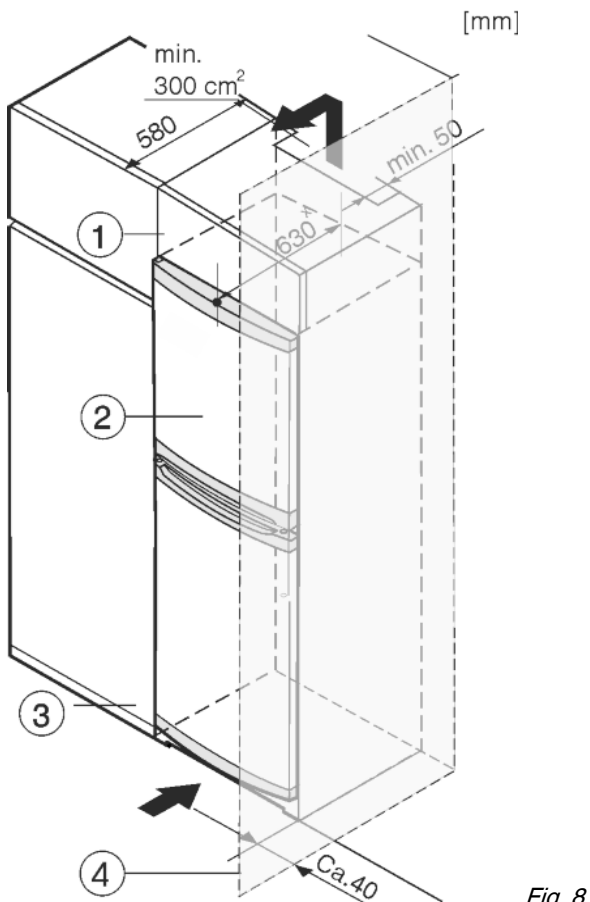

Fig. 8
- (1) Колонна на столешнице
(2) Устройство
(3) Кухонный шкаф
(4) Стена
Устройство может быть окружено кухонными шкафами. Чтобы уравнивать устройство Fig. 8 (2) по высоте с кухонной стенкой, можно установить над устройством дополнительный шкафчик Fig. 8 (1).
При комбинировании с кухонными шкафами (глубина макс. 580 мм) устройство можно установить непосредственно рядом с кухонным шкафом Fig. 8 (3). Устройство выступает сбоку на 34 мм * и по центру на 50 мм * относительно передней стенки кухонного шкафа.
Если устройство установлено на шарнирах у стены Fig. 8 (4), то расстояние между устройством и стеной должно быть не менее 40 мм. Настолько выступает ручка при открытой дверце.